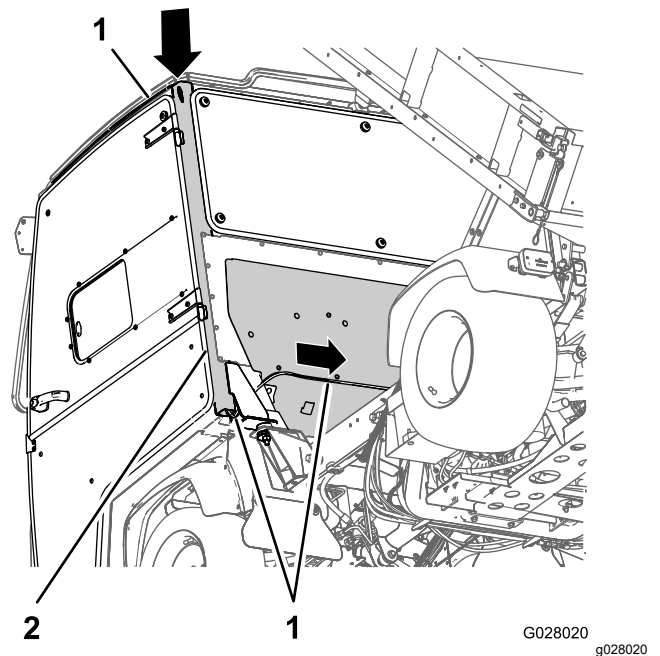

Figura 27
3. Enrute el conector hembra de 2 vías del arnés de cables por el orificio de la parte superior del pilar B del lado del conductor del bastidor de la cabina, y hacia abajo a través del bastidor (Figura 27).